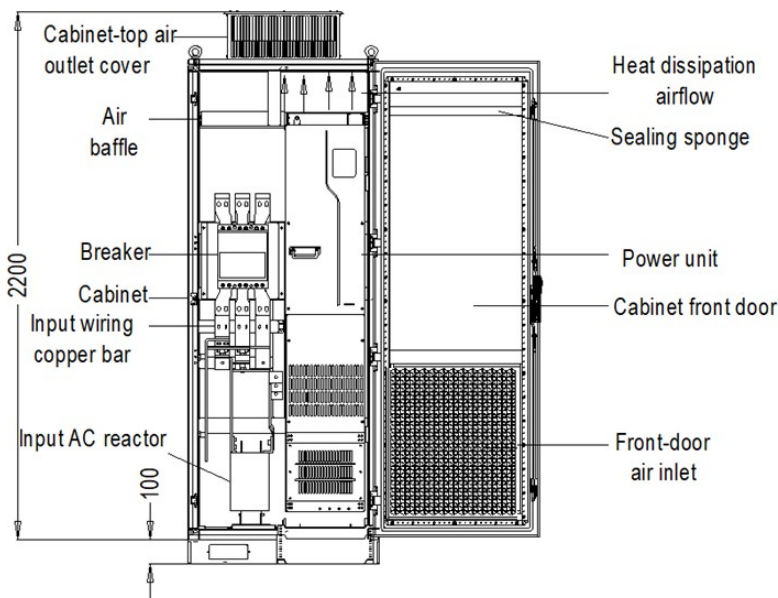

Figura 4-10 Layout recomendado do gabinete
- ✧ Para montagem no gabinete, consulte o diagrama de layout do gabinete na Figura 4-10. A estrutura do gabinete tem 2200*800*600 (unidade: mm, incluindo a tampa superior de ventilação do gabinete H200). Para fixar a montagem no gabinete, você deve montar a base do gabinete H100. O defletor de ar deve ser montado em na parte superior do gabinete para evitar que o ar quente na saída do VFD circule dentro do gabinete. Uma esponja de vedação 40X40 deve ser usada na posição correspondente ao defletor de ar no painel da porta frontal, o que evita curto-circuito no duto de ar. Além disso, as aberturas de entrada de ar devem ser feitas na parte inferior da porta do gabinete.